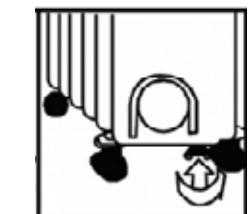

Fig. 4
4. Serrez l'étrier à l'aide de l'écrou à oreilles (Fig. 4) afin que l'appareil soit stable et ne puisse se renverser.